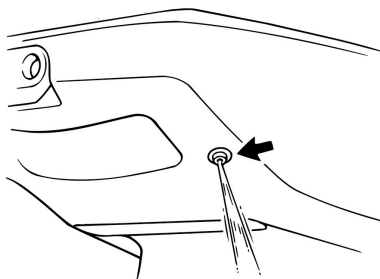

Рис. 35 Выход воды
1. После запуска двигателя проверьте выход воды из системы охлаждения двигателя. Вода должна течь постоянно (Рис. 35).